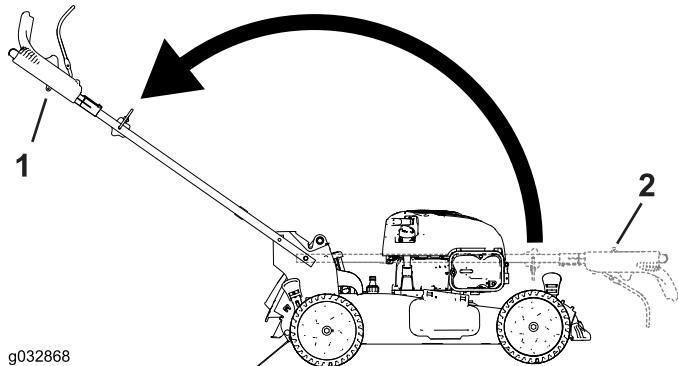

Рисунок 6
- Разложите рукоятку в рабочее положение, повернув ее назад (Рисунок 6).